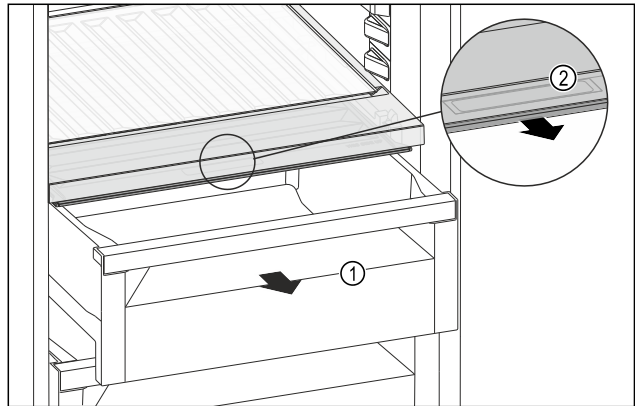

Fig. 128
- ▶ Schubfach Fig. 128 (1) herausziehen.
- ▶ Griffmulde Fig. 128 (2) am Fachdeckel anfassend und Fachdeckel gleichzeitig nach vorne ziehen.